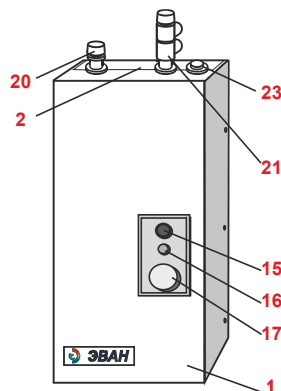

Рисунок 1.
4.1 Водонагреватели ЭВАН-В1 -6; -7,5; -9; -12; -15; -18; -21; -24; -30 в соответствии с рис.1, 2 состоят из следующих основных частей:
- кожуха (1) рис.1 с брызгозащитной панелью (2);
4.4 На входном патрубке установлен обратный клапан (20) (рис.1), при монтаже водонагревателя на выходной патрубок устанавливается "группа безопасности" (21) из комплекта поставки.
4.6 Для предотвращения попадания брызг на клеммник подключение питающего кабеля осуществляется через гермоввод (уплотнительную манжету) (23) (рис. 1).